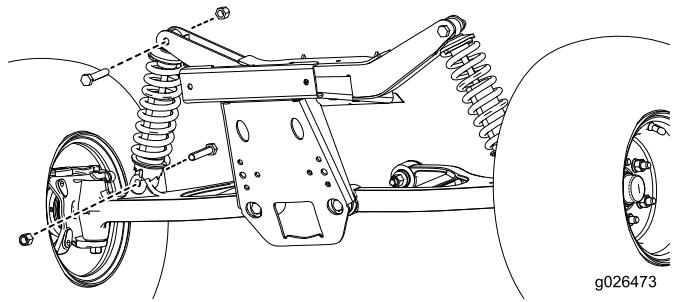

図2
2. **図2**のように、既存のショックアセンブリを取り外す。